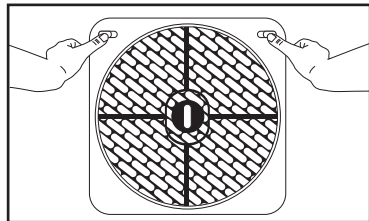

Fig. 14
1. Ouvrir la grille arrière en poussant délicatement les languettes de fixation vers l'extérieur. Voir Fig. 14